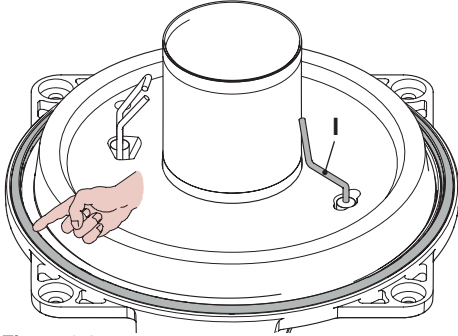
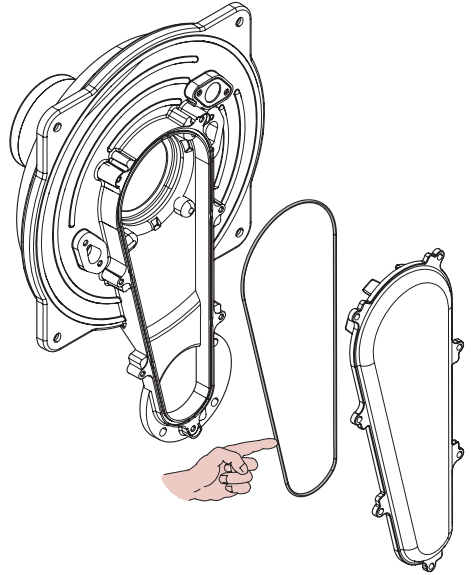

Figura 9.8
Figura 9.9
- La guarnizione in silicone della parete frontale della camera di combustione (Figura 9.8) e la guarnizione del coperchio condotto aria/gas (Figura 9.9) devono essere cambiate se deteriorate e comunque devono essere obbligatoriamente sostituite ogni 2 anni.
- L'elettrodo di rilevazione I in Figura 9.8 funge anche da sensore per il corretto scarico della condensa. Se tale elettrodo viene a contatto con acqua di condensa presente all'interno della camera di combustione manda in blocco di sicurezza la caldaia. Pertanto se si trova la coibentazione bagnata o deteriorata provvedere alla sostituzione.